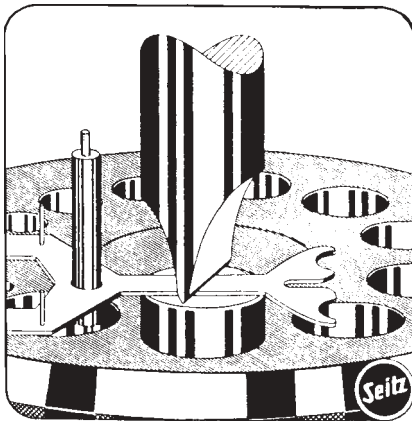

Abb. 47
a) Hier kann mit dem Meißelpunzen nicht viel gestreckt werden, denn die Weckeranker sind aus Messing. Ein leichter Schlag und es liegen zwei Teile auf der Nietplatte. Die unten flachen Streckpunzen (55-56) sind für diese Streckarbeit besser geeignet (Abb. 47).